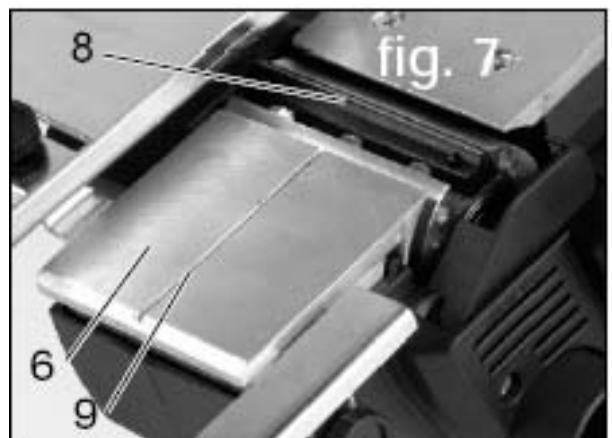

fig. 7
**Changement des fers (fig. 7)**
- Posez la machine sur le côté sur une table, la semelle du rabot (6) vous faisant face.
- Tournez le cylindre (8) de façon à ce que le premier fer soit visible.